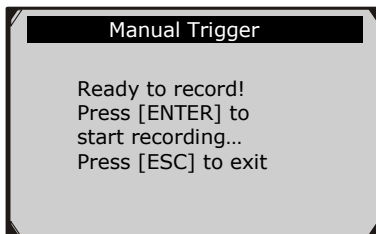

Figura 5.24
- Si se selecciona el medio de **disparador manual**, pantalla siguiente muestra: (Figura 5.24)